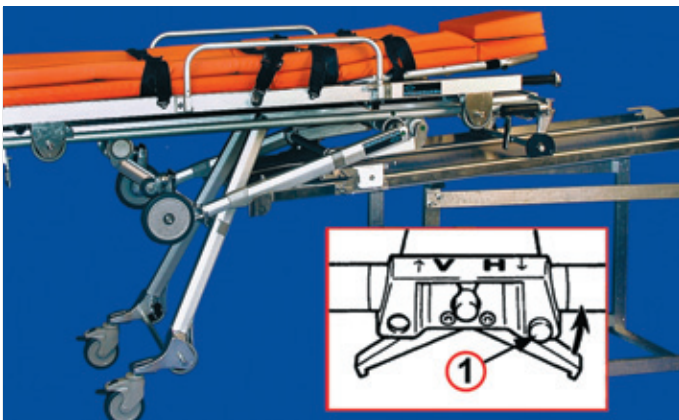

Bild 38
- Hinteres Standbein ausschwenken (Bild 38)
Bei Sonderfahrgestellen Stollenwerk 4002-1 und 4003-1 für Transportinkubatoren ITI 5400 zum Ziehen des Bedienungshebels „H“ den Sicherungsknopf (Bild 38/1) drücken.